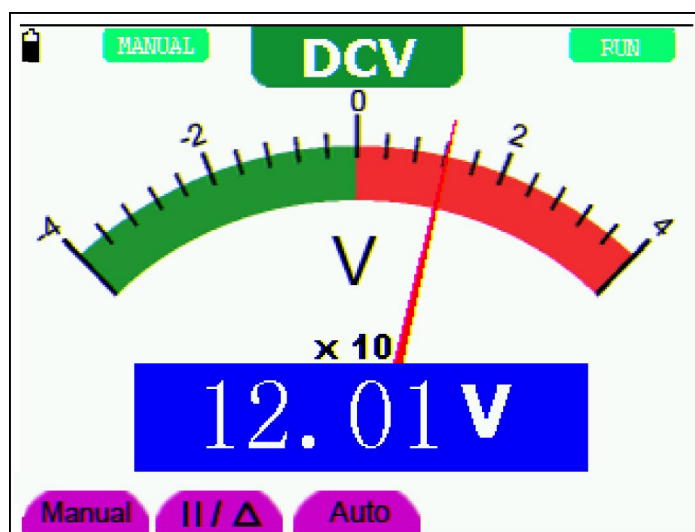

图 32：手动/自动切换
2. 在手动量程模式下，每按一次 **F1** 键，往上跳一档，到最高档后再按 **F1** 键则跳至最低档，依次循环。当前的量程指示可通过表针乘以倍率再乘以主读数窗口的单位获得。如图32所处的量程是 **40V**。
见图 32：